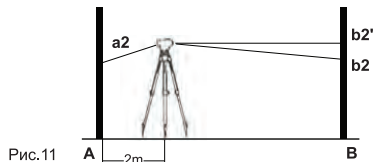

Рис.11
2) Установите прибор на расстоянии 2 м от точки А. Возьмите отсчеты "a2" и "b2". (Рис.11)